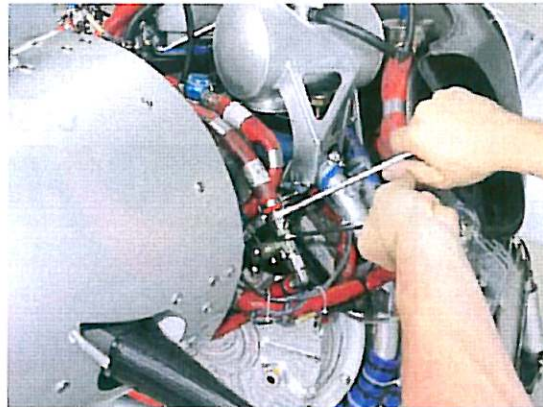
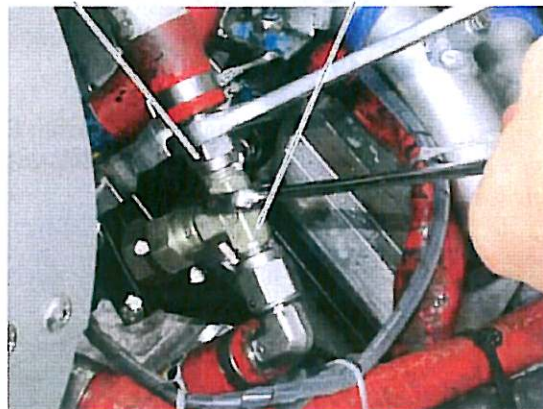

Bild 20
Bild 21
18. Die Überwurfmutter lösen, während am T-Stück gegengehalten wird. Siehe Bild 20 und Bild 21.